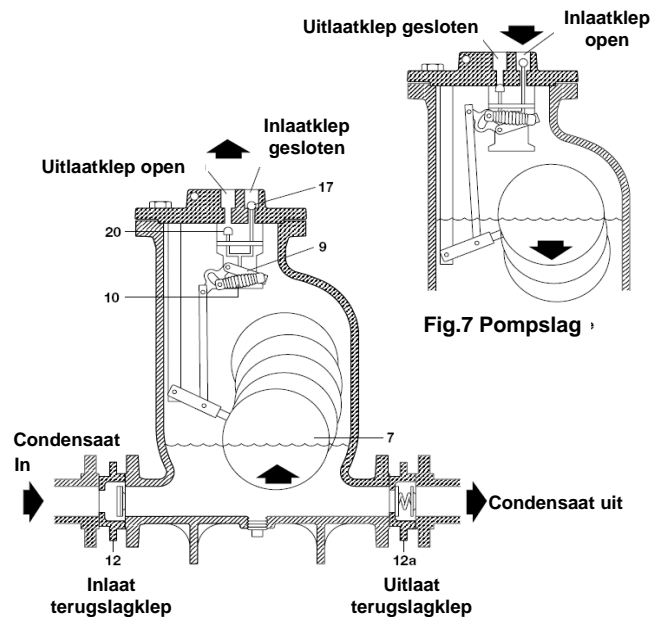

Fig.6 Vullen
1. Voor opstart staat de vlotter (7) in zijn onderste stand. Op dat moment is de stoominlaatklep (17) gesloten en de ontlufteringsklep (20) is geopend. (Fig.6)
2. De vloeistof komt in het pomplichaam via de inlaatterugslagklep (12) en laat de vlotter (7) stijgen.